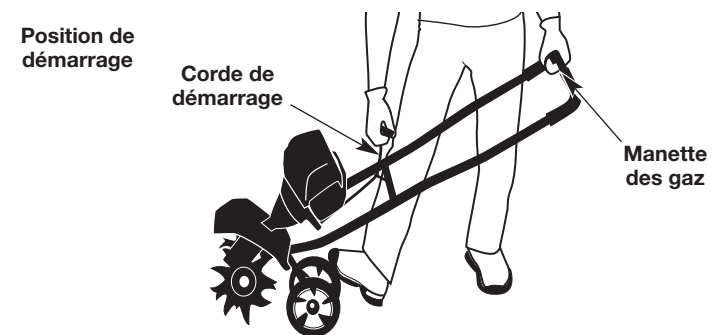

Fig. 6
**AVERTISSEMENT :** évitez tout démarrage accidentel. Tenez-vous en position de démarrage lorsque vous tirez sur la corde de démarrage (Fig. 6). L'opérateur et l'appareil doivent tous deux être en position stable pour éviter des blessures graves.
5. Se placer en position de démarrage (Fig. 6). Maintenir la poignée et appuyer sur la manette des gaz d'une main. Tenir la corde de démarrage de l'autre main. Utiliser un pied pour maintenir les roues en place.
**REMARQUE :** Basculer toujours légèrement l'appareil vers l'arrière pour faire sortir les dents du sol avant de démarrer l'appareil (Fig. 6).